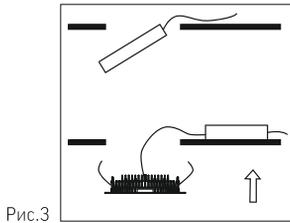

Рис.3
- ▶ Зафиксируйте светильник в отверстии рис. 3; рис. 3а;
Рис.3а